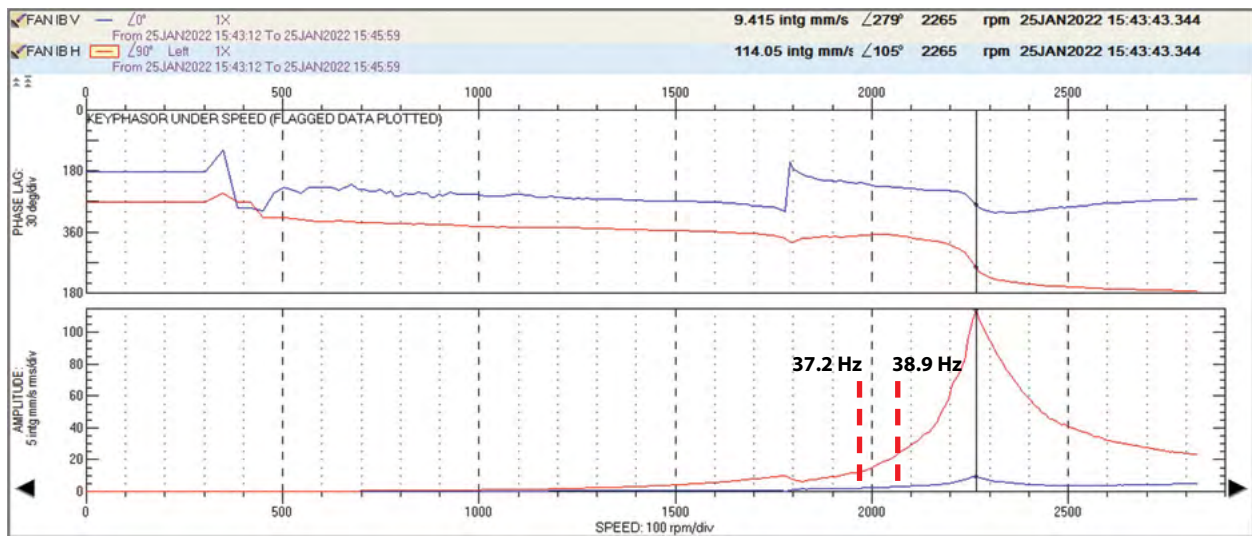

Figure 10: Tracé de Bode du palier IB du ventilateur de rupture pendant la descente d'urgence
Les figures 10 et 11 représentent le tracé de Bode du ventilateur de rupture aux paliers IB et OB, respectivement. Les données indiquent une vitesse critique d'environ 2265 RPM. Le calcul du facteur de qualité (Q) à la vitesse critique donne un facteur d'amplification (AF) :